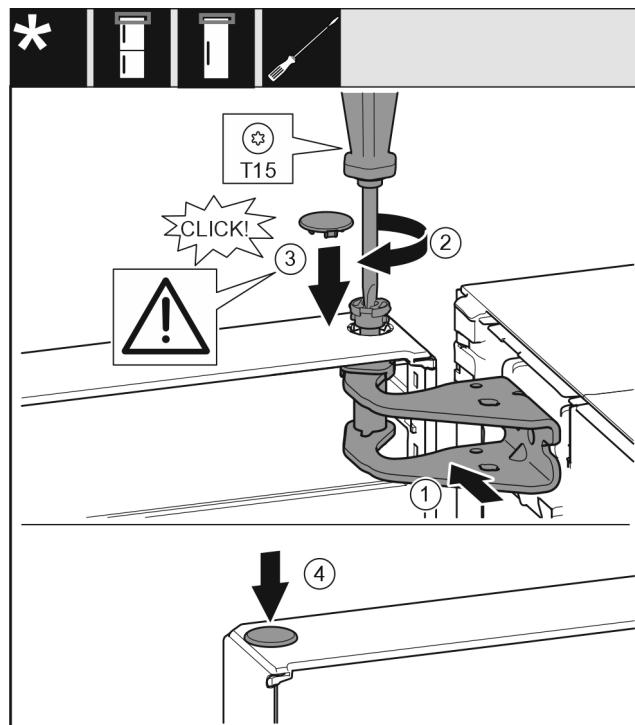

Fig. 19
- Poravnajte gornja vrata prema otvoru u podlošku ležaja. Fig. 19 (1)
- Umetnute svornjak i zavijte odvijačem T15. Fig. 19 (2)
- ▶ Montirajte sigurnosni pokrov radi osiguranja vrata: Umetnute sigurnosni pokrov i provjerite naliježe li na vrata. U protivnom u potpunosti umetnute svornjake. Fig. 19 (3)
- ▶ Umetnute čep. Fig. 19 (4)